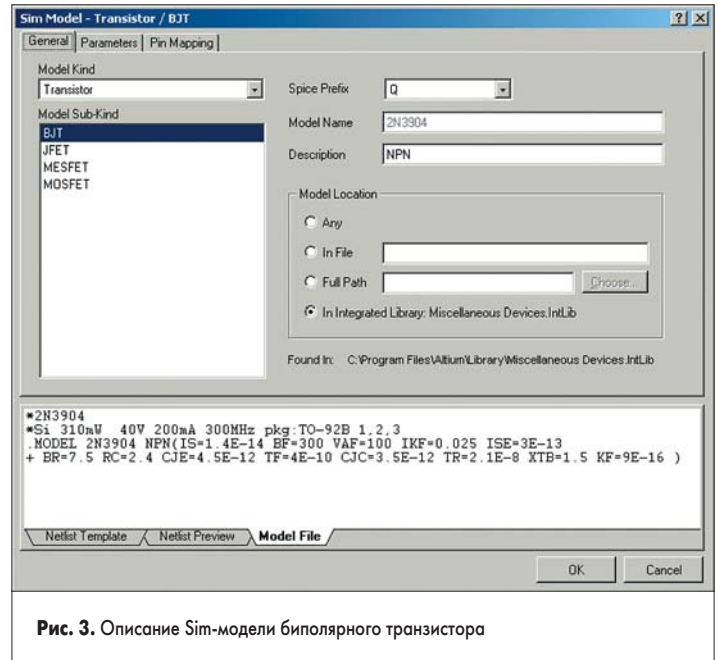

Рис. 3. Описание Sim-модели биполярного транзистора
21. Щелкнем левой кнопкой мыши на нижней вкладке Model File. В отличие от модели источника питания, эта вкладка не будет пустой. Здесь присутствует описание модели биполярного транзистора, которое впоследствии будет добавлено в SPICE-список соединений (рис. 3). Это описание извлекается из файла, указанного в поле Model Location вкладки General. Легко видеть, что используемая сейчас модель загружена из интегрированной библиотеки Miscellaneous Devices.IntLib.